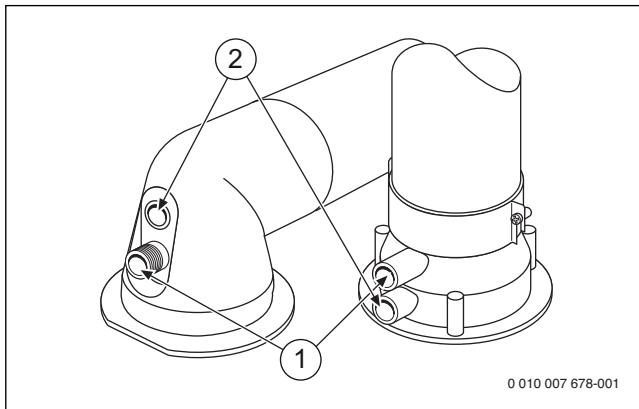

Bild 47 Abgasmessstutzen und Verbrennungsluft-Messstutzen
- Stopfen am Abgasmessstutzen (→ Bild 47) entfernen.